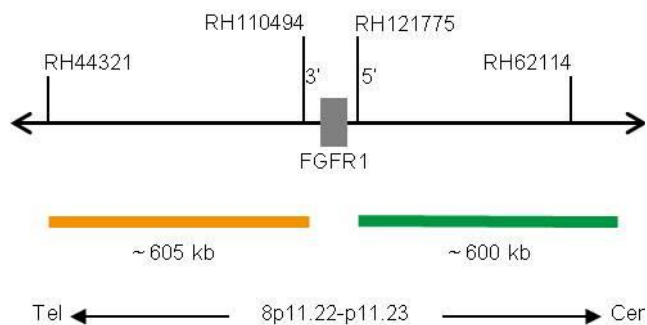

Fig. 1: SPEC FGFR1 Mapa de la sonda (no está a escala)
- Polinucleótidos marcados en verde (excitación a 503 nm/emisión a 528 nm) ZyGreen (~10,0 ng/ μ l), dirigidos a secuencias localizadas en 8p11.22* (chr8:38,352,117-38,951,783) proximales a la región del punto de ruptura de FGFR1 (ver Fig. 1).
- Polinucleótidos marcados en naranja (excitación a 547 nm/emisión a 572 nm) ZyOrange (~4,5 ng/ μ l), dirigidos a secuencias localizadas en 8p11.23* (chr8:37,635,912-38,239,669) distales a la región del punto de ruptura de FGFR1 (ver Fig. 1).